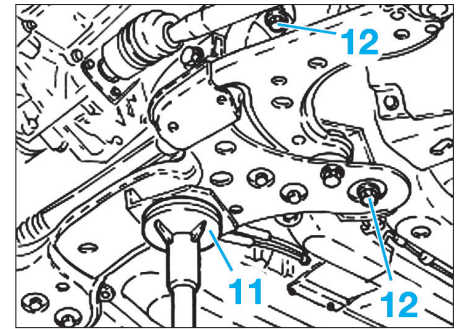

Fig. 17
- Installer un vérin hydraulique (11) sous le berceau (Fig.17).
- Déposer les vis de fixation (12) du berceau.